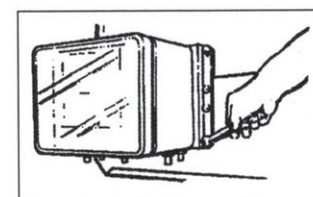

图15、固定控制器
- 18、将余下用来固定控制器的螺栓和螺母，全部拧紧（应共有六个螺母）（见图15）。